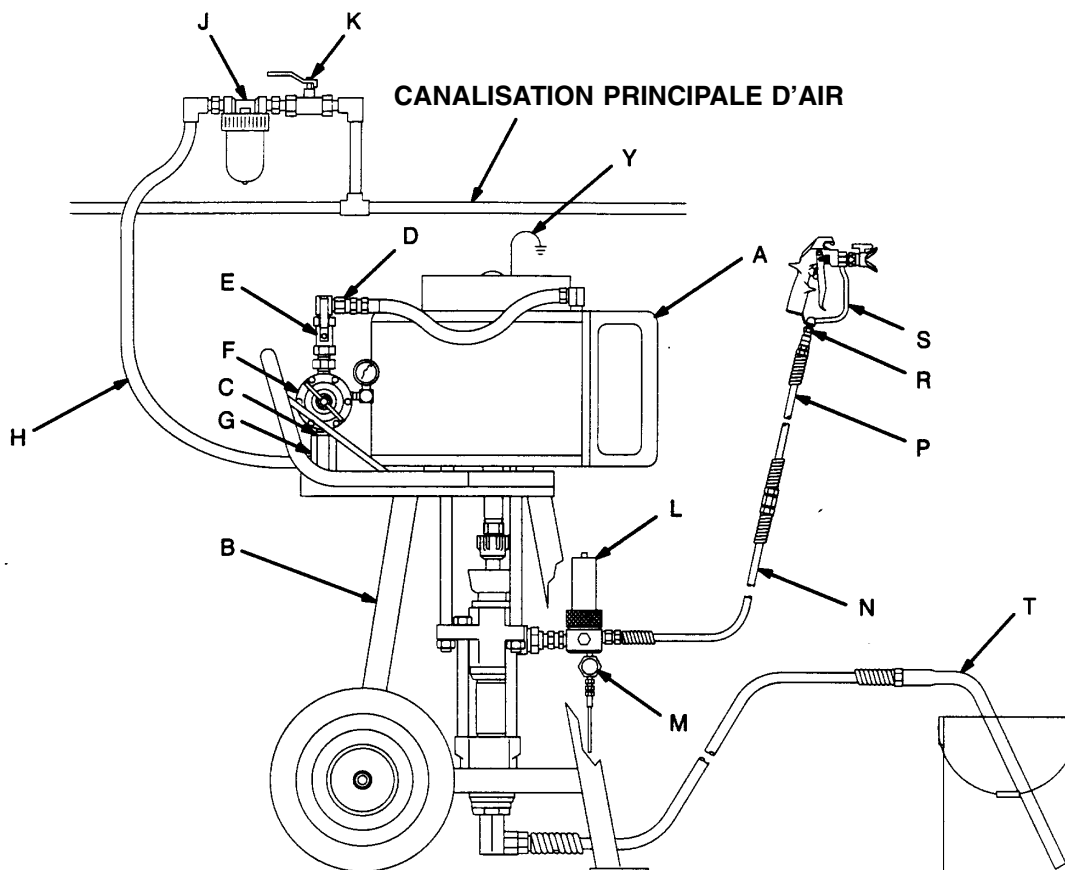

Fig. 2
La fig. 2 ne constitue qu'un guide pour sélectionner et installer les éléments du système et les accessoires.
Monter la pompe (A) en fonction du type d'installation prévu. La figure 2 représente un système monté sur chariot. Les dimensions de la pompe et la disposition des orifices de fixation sont donnés page 23.
Installer les accessoires suivants aux emplacements indiqués Fig. 2, à l'aide d'adaptateurs si besoin est :
- Un filtre de produit (L) avec un élément filtrant de 60 mesh (250 microns) en acier inoxydable, permettant de filtrer les particules présentes dans le produit en sortie de pompe. Il comprend une vanne de purge de produit (M), nécessaire dans votre système, permettant de faire retomber la pression dans le flexible et le pistolet (Voir AVERTISSEMENT, ci-contre)
- Un pistolet (S) distribuant le produit. Le pistolet montré à la Fig. 2 est un pistolet de pulvérisation sans air pour produits de viscosité faible à moyenne.
- Un raccord de pistolet pivotant (R) permet de manipuler plus librement le pistolet.
- Un kit d'aspiration (T) permet à la pompe d'aspirer du produit dans un seau de 19 litres (5 gallon).
1. Voir Fig. 2, page 6. Raccorder le kit d'aspiration (T) à l'entrée de produit de la pompe, et placer le tube d'aspiration dans le réservoir de produit.
2. S'assurer que le régulateur de pression d'air (F) est fermé. Puis ouvrir la vanne principale d'air du type à purge de la pompe (E). Maintenir une partie métallique du pistolet de pulvérisation (S) fermement appliquée contre le bord d'un seau métallique relié à la terre et actionner la détente. Ouvrir alors lentement le régulateur de pression d'air jusqu'à ce que la pompe démarre.
4. Si la pompe s'amorce difficilement, ouvrir la vanne de purge (M). Utiliser la vanne de purge comme vanne d'amorçage, jusqu'à ce que le produit apparaisse au niveau de cet orifice. Voir Fig. 2. Refermer la vanne de purge.
**NOTE :** Lorsqu'on change de réservoir de produit alors que la pompe et les flexibles sont amorcés, toujours ouvrir la vanne de purge (M) pour aider la pompe à s'amorcer et chasser l'air avant qu'il ne pénètre dans le flexible. Fermer la vanne de purge lorsque tout l'air a été éliminé.
7. Ne jamais laisser fonctionner la pompe en l'absence de fluide. Une pompe fonctionnant à vide accélère très rapidement jusqu'à atteindre une vitesse élevée, pouvant l'endommager. Une soupape anti-emballement (C), qui coupe l'arrivée d'air à la pompe si celle-ci accélère au delà des limites prédéfinies, est disponible. Voir Fig. 2, page 6. Si votre pompe accélère brusquement, ou fonctionne à un régime trop élevé, l'arrêter immédiatement et vérifier l'alimentation en produit. Si le récipient d'alimentation est vide et que de l'air a été pompé dans les canalisations, remplir le réservoir, et réamorcer la pompe et les canalisations avec du produit, ou rincer et laisser rempli d'un solvant compatible. Éliminer soigneusement toute trace d'air du système.